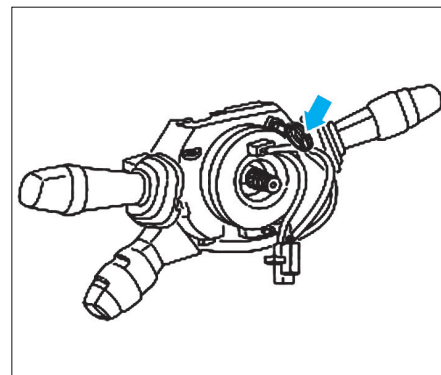

Fig. 5
- Si l'on doit monter un nouvel ensemble de commandes sous volant, déposer la languette (flèche) fixant les deux bagues, appliquée sur les attaches (Fig.5).